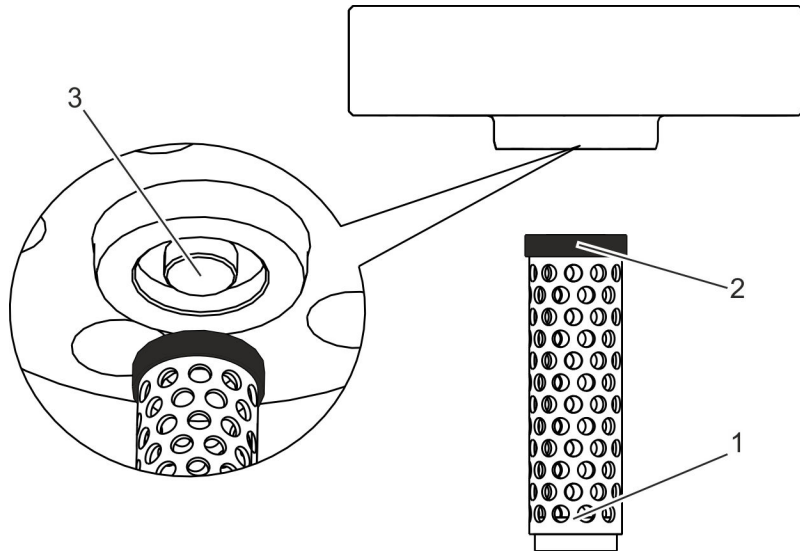

Abb. 7: Siebzylinder
- dem Siebzylinder (Abb. 7/1) und
- dem Packungsring (Abb. 7/2).
Der Siebzylinder ist im Deckel (Abb. 7/3) zentriert.
Um eine Abdichtung des Siebzylinders gegen den Deckel zu erreichen, ist zusätzlich ein Packungsring (Abb. 7/2) montiert. Hierdurch wird verhindert, dass Rohrleitungsmedium das Gehäuse zwischen Deckel und Siebzylinder durchströmt, ohne dass Fremdkörper zurückgehalten werden.